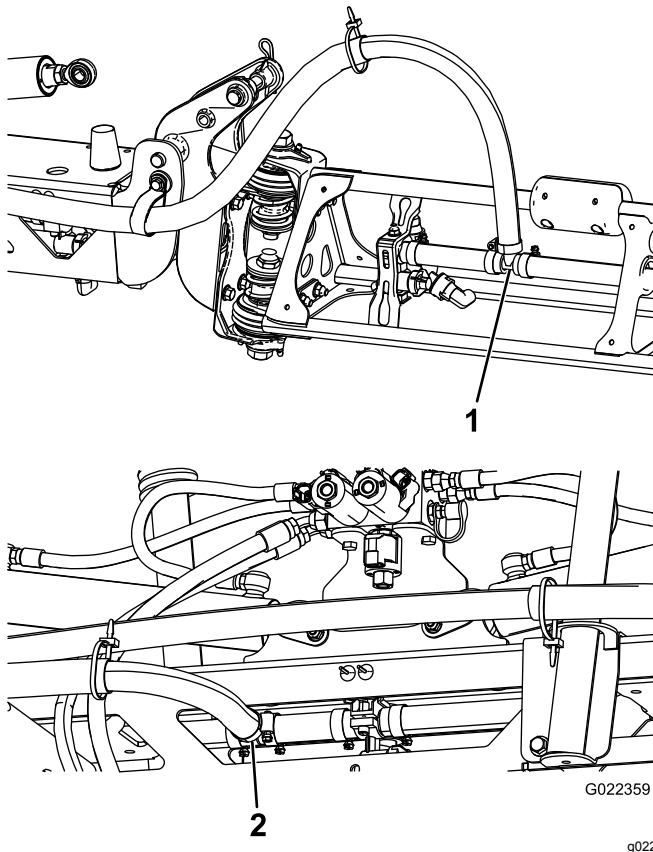

Figura 24
Nota: Cubra con jabón líquido la espiga dentada del acoplamiento en T de ambas extensiones de los brazos (Figura 24).
4. Cubra con jabón líquido la espiga dentada del acoplamiento en T del brazo central (Figura 24).
5. Enrute la manguera del brazo central según se muestra en Figura 24.
6. Conecte la manguera de alimentación del brazo central a la espiga enjabonada y sujétela con una abrazadera (Figura 24).